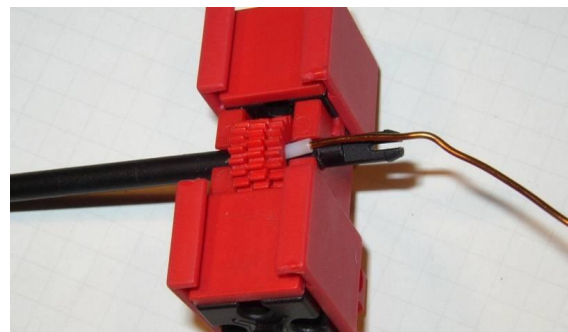

Abb. 7
- Ein Hubgetriebe aus Riegelscheiben und Führungsplatte 32455 (Abb. 7)